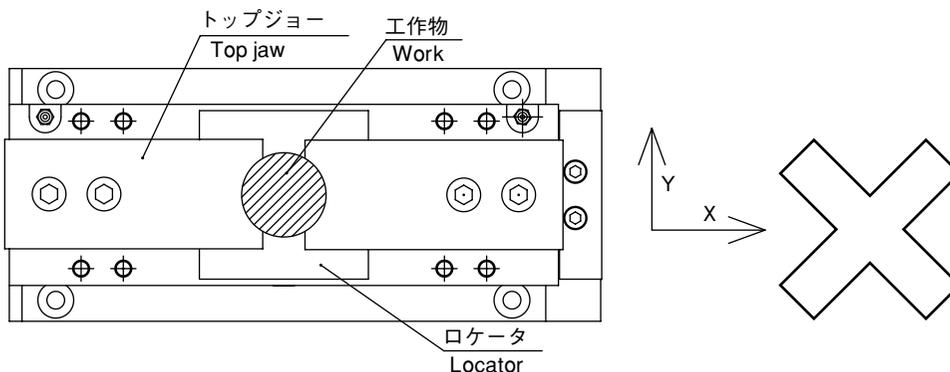

Fig. 3-7 丸物工作物把握 Clamping of round work
- ①Y軸方向に切削力等の力をかける際、工作物両サイドをロケータで受けない場合は、工作物が動く場合があります。精度が十分にでないことがあります。
- ②Fig.3-7の例に示すような丸物工作物の場合トップジョーのみでY軸方向の位置決めはできません。把握が不安定になります。
- ①When applying cutting force in Y-axis direction with both sides of work not supported by locators, the work may be slipped, thus causing machining accuracy failure.
- ②In case of round work as shown in Fig. 3-7, positioning in Y-axis direction is impossible because gripping becomes unstable.